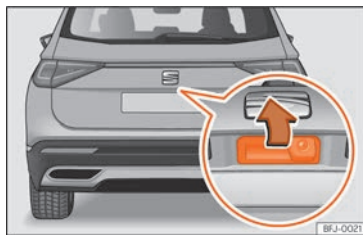

Abb. 75 Heckklappe: Öffnen von außen
- **Öffnen:** Drücken Sie leicht den Haltegriff. Sie öffnet sich selbsttätig. >>> (Abb. 75).